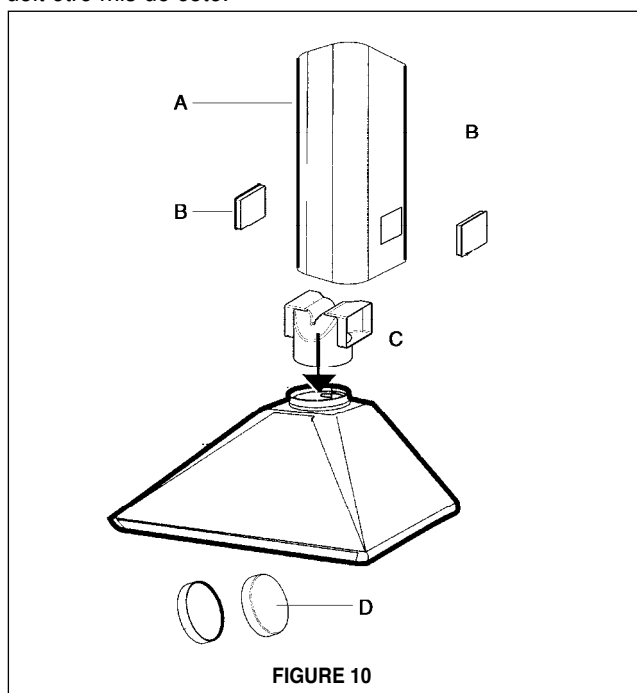

FIGURE 10
Installations sans conduit requièrent le **Kit Pour Conversion Du Conduit**. Ce nécessaire comprend un CHEMINÉE INFÉRIEURE AVEC TROUS D'ÉCHAPPEMENT D'AIR (A de la FIGURE 10), un DÉFLECTEUR SANS CONDUIT (C), deux GRILLES (B) pour couvrir les trous du couvercle de cheminée et deux FILTRES AU CHARBON (D). Le DÉFLECTEUR SANS CONDUIT doit être installé avant le couvercle de la CHEMINÉE INFÉRIEURE AVEC TROUS, comme à la FIGURE 10. Le couvercle de CHEMINÉE INFÉRIEURE SANS LES TROUS doit être mis de côté.